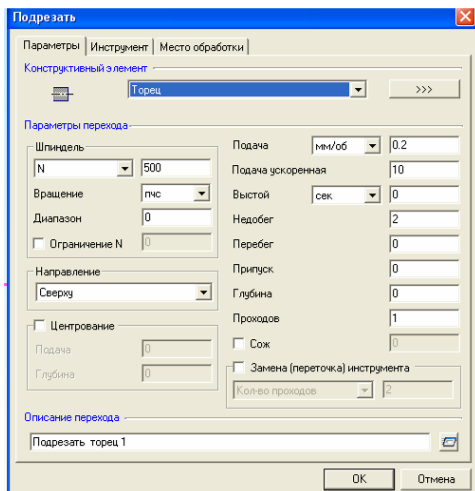

Рис. 3. Технологическая команда "Подрезать"
1. Нажмите кнопку «Подрезать»  на панели «Переходы». Появится диалог «Подрезать» (рис. 3).